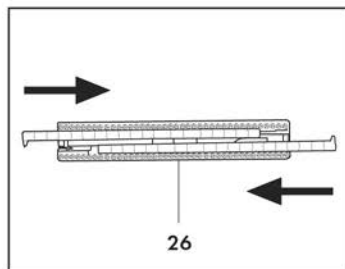

Fig. 10
Per il montaggio del telaio setolato per moquette e tappeti (26), inserire nelle apposite guide le spazzole rigide con le linguette rivolte all'interno (**Fig. 10**).